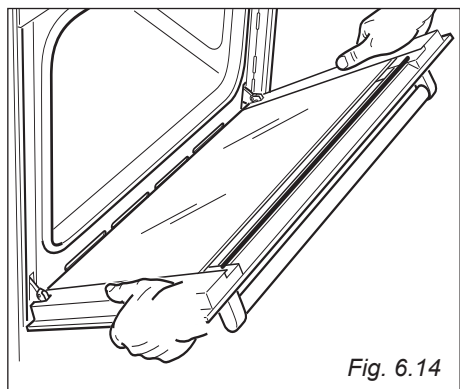

Fig. 6.14
- Impugnare la porta come illustrato in fig. 6.14.